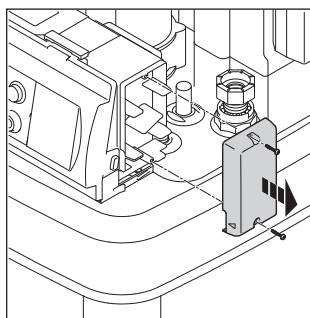

Figura 4-20 Smontare il coperchio di destra dell'alloggiamento.
- Smontare la copertura laterale sinistra o destra dell'alloggiamento (figura 4-20).